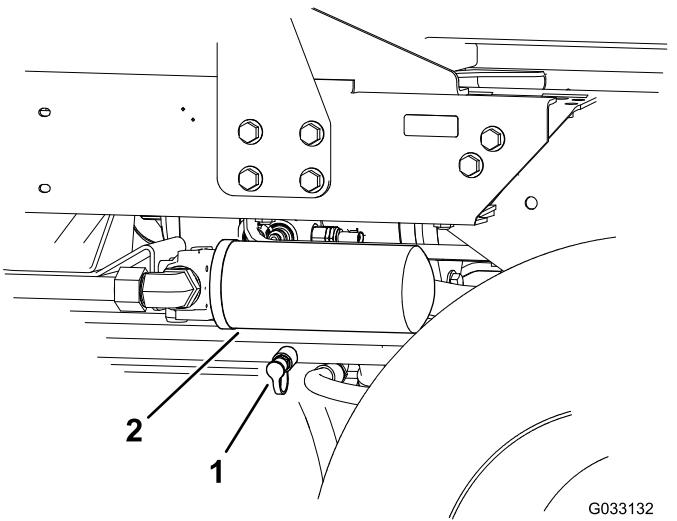

Figura 62
2. Collegate un flessibile idraulico tra il raccordo diagnostico montato sul collettore della trazione posteriore e il foro diagnostico della pressione della trazione in retromarcia (Figura 62).